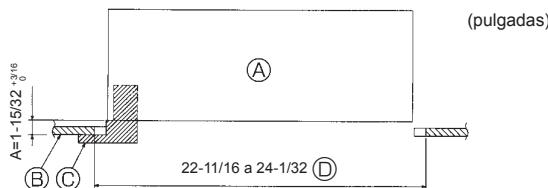

Fig. 10-2
10.2. Preparación para colocar la rejilla (Fig. 10-2)
- (A) Unidad principal